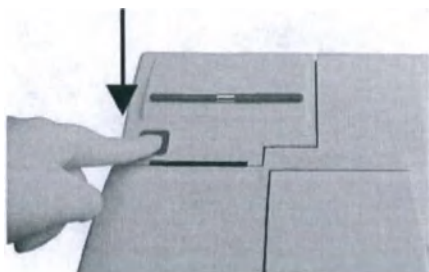

Рис.2-11 Откройте крышку принтера
- Нажмите красную кнопку, чтобы открыть крышку принтера (Рис.2-11).